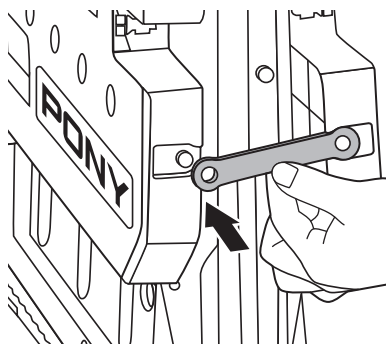

Figure 16
3. Utiliser les sangles de sûreté pour fixer la table de chaque côté. (figure 16)